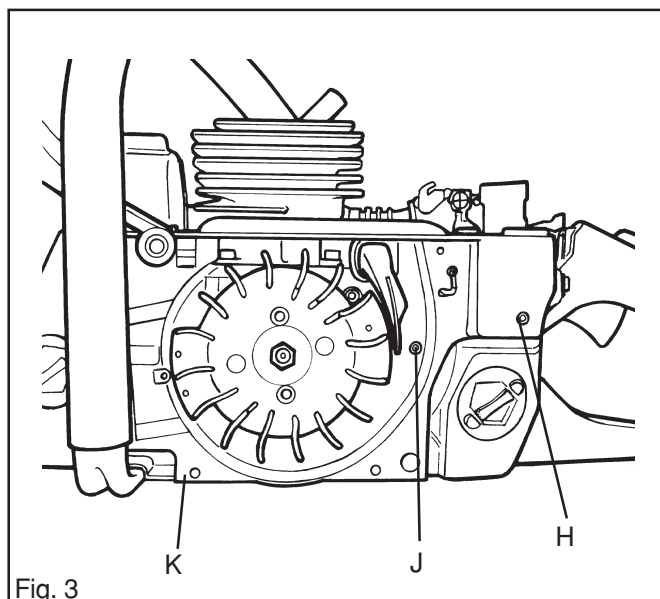

Fig. 3
7. Retirer les vis (H, J et K) du côté rotor volant de la tronçonneuse. Voir la fig. 3.